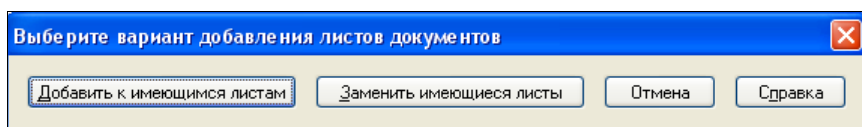

Рис. 3.11. Диалоговое окно выбора
- ♦ в случае сохранения для печати второго документа нажмите кнопку **Добавить документ**. В открывшемся диалоговом окне **Выберите файлы для открытия** выберите нужный документ и нажмите кнопку **Открыть**. Система выведет на экран окно **Выберите вариант добавления листов документа** (рис. 3.11), где вы должны выбрать один из вариантов: **Добавить к имеющимся листам** или **Заменить имеющиеся листы**. В данном случае следует нажать кнопку **Заменить имеющиеся листы**. Система в окне предварительного просмотра заменит старый документ новым;